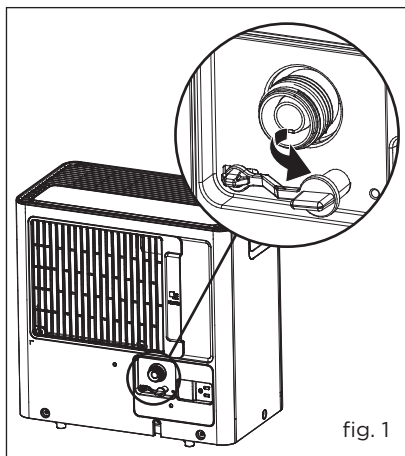

fig. 1
- b. Retire el tapón de agua de la salida de drenaje posterior de la unidad (fig. 1).